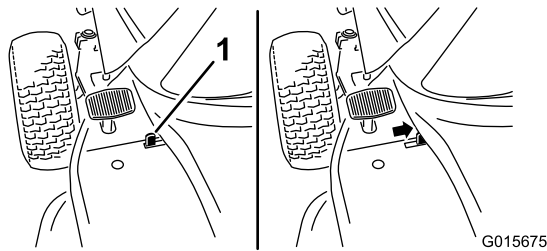

Figure 5
3. Faites coulisser l'interrupteur du frein de stationnement (Figure 5) et relâchez progressivement la pédale de frein.